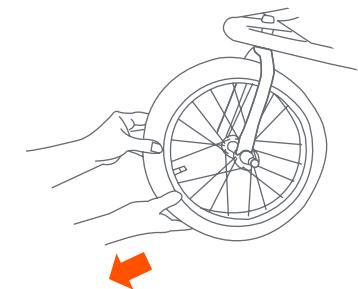

Fig. 20
- 20)** • Levante del suelo la parte delantera del carrito y tire de la rueda hacia abajo para asegurarse de que esté sujetada. (Fig. 20).